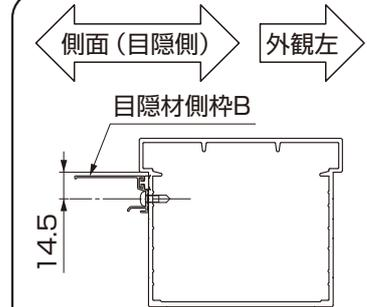

図4-3 目隠材側枠Bの取付け
- ② 主柱または袖・中間柱に、目隠材側枠Bを【26-5】で取付けてください。(図4-3参照)